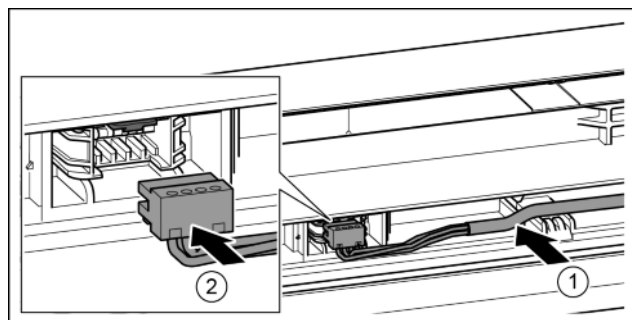

Fig. 37
- ▶ Graues Kabel in die Führung in der oberen Tür einlegen. *Fig. 37 (1)*
- ▶ Stecker einrasten. *Fig. 37 (2)*